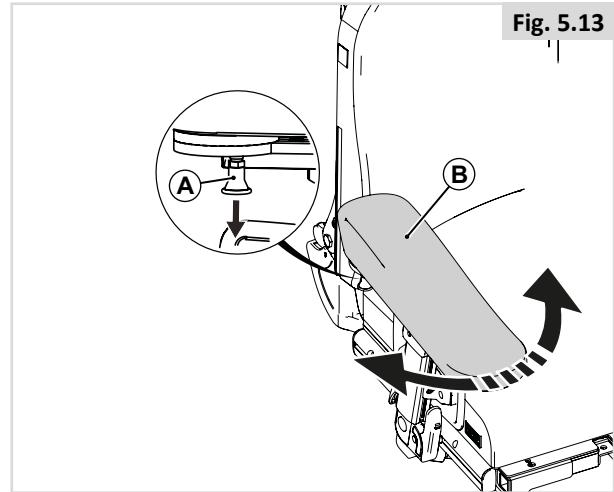

Fig. 5.13
5.8 Hemiplegi-armlæn (Fig. 5.13)